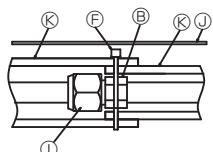

Fig. 3-15
- Coloque el aislamiento J de modo que cubra las partes cortadas de las tuberías de conexión. (Fig. 3-15)